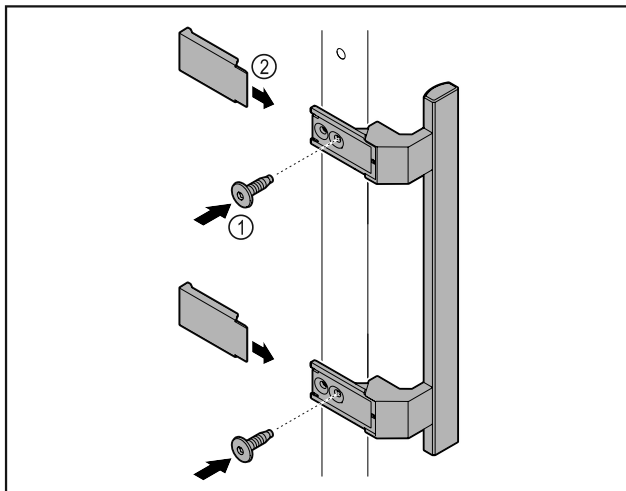

Fig. 2
- ▶ Kiinnitä oheispakkauksessa oleva kahva mukana olevilla ruuveilla Fig. 2 (1) oveen.
- ▶ Aseta suojus Fig. 2 (2) paikalleen.